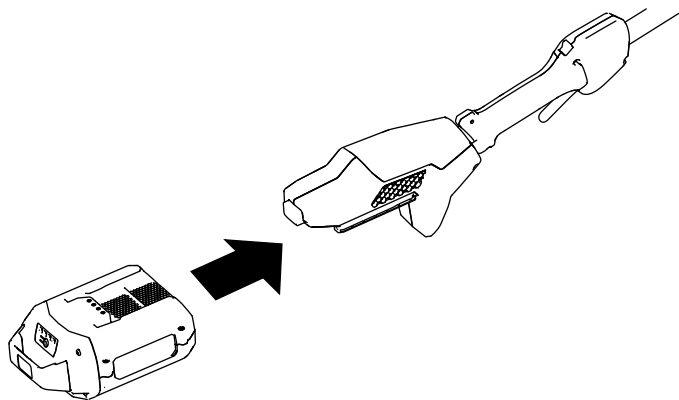

Figura 10
3. Alinhe a cavidade no conjunto de baterias com a lingueta na caixa da pega (Figura 10).